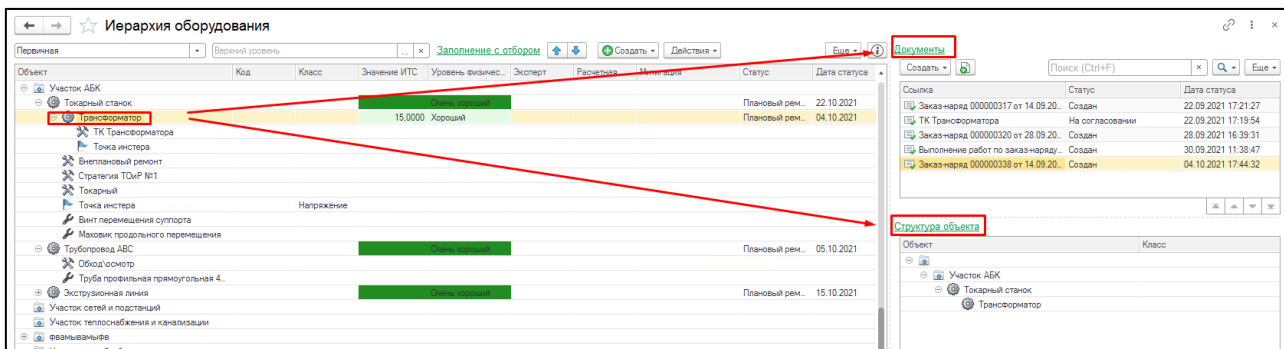

Рисунок 10. Связанные документы и структура объекта.
- «Структура объекта» - ссылка содержит информацию о местонахождении элемента в иерархии (см. Рисунок 10);